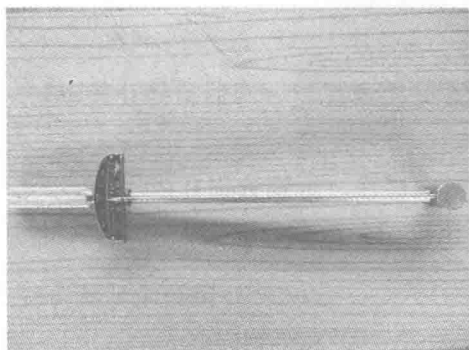

图 1-1-10 刻度盘式扭力扳手
- 1) 选出合适的延伸杆套入扭力扳手（图 1-1-10）。